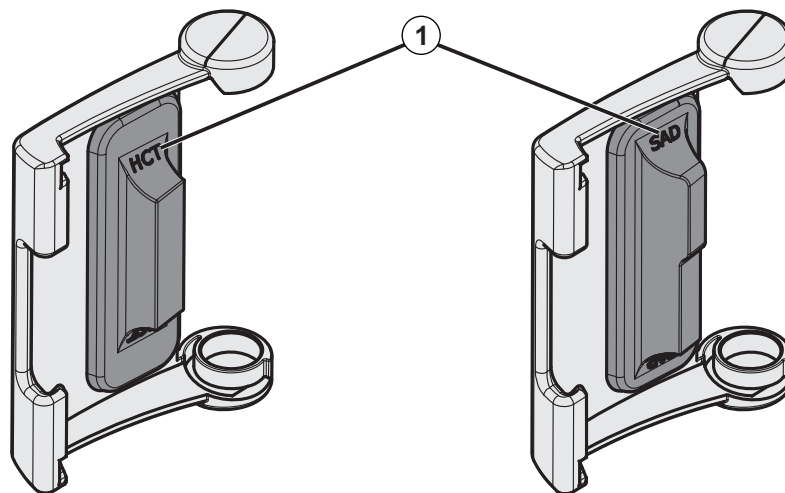

Bild 7-20 Typmärkning av HCT och SAD sensorhölje
Det är viktigt att lockena till SAD och HCT-sensorn inte förväxlas när de sätts tillbaka! Locken är märkta med *SAD* och *HCT* på baksidan (se Bild 7-20 , ① ).